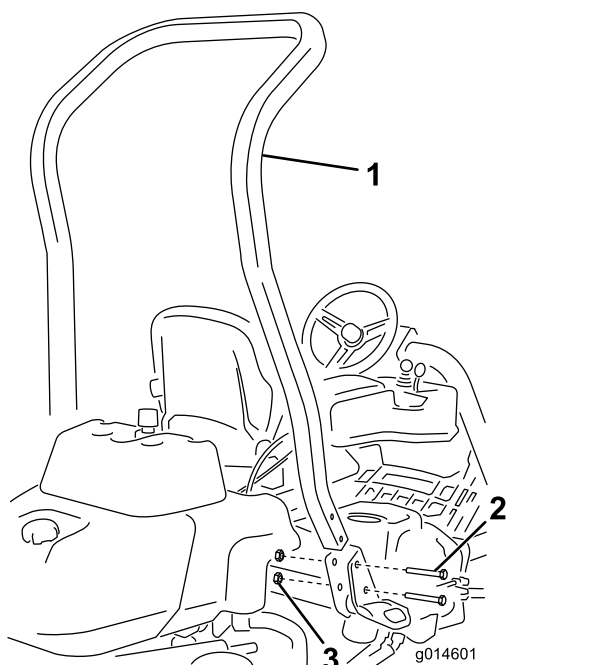

Рисунок 3
3. Установите защитную дугу защиты в гнезда на каждой стороне машины, используя 4 болта на  $\frac{1}{2}$  x  $3\frac{3}{4}$  дюйма и 4 гайки с буртиком ( $\frac{1}{2}$  дюйма) (Рисунок 3).